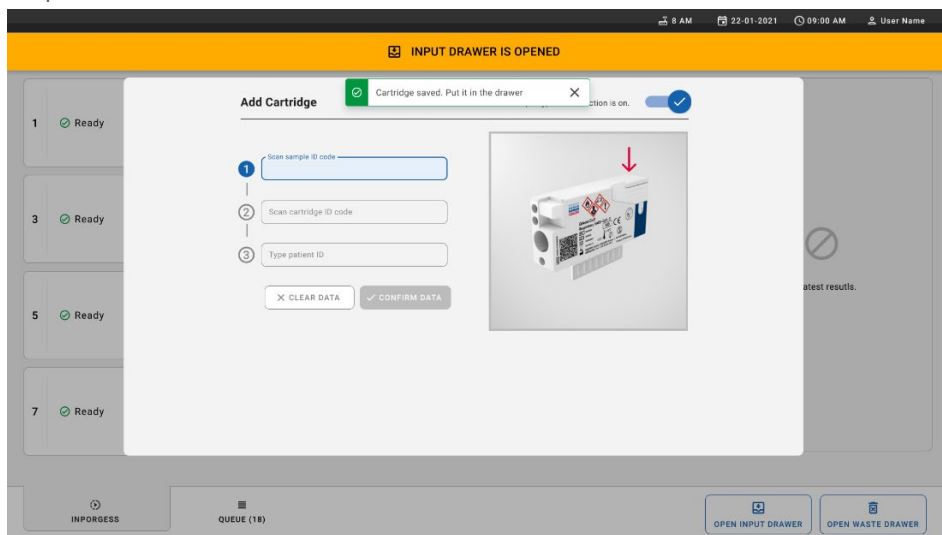

Figura 28. Ecranul Add cartridge (Adăugare cartuș).
- Amplasați cartușul în sertarul de introducere. Asigurați-vă că ați introdus cartușul în tavă în mod corespunzător (Figura 28).